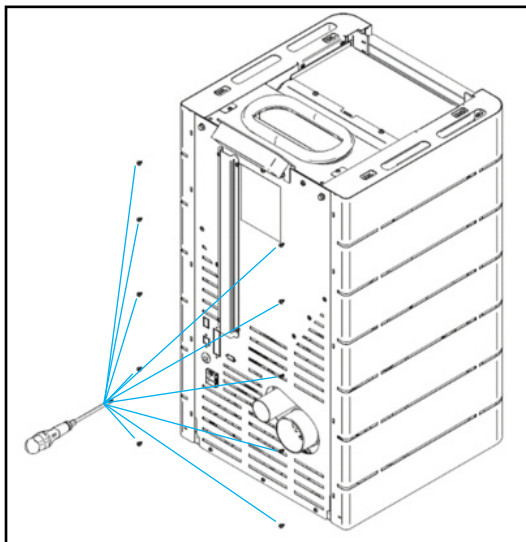

Figura 25 - Fixação envoltentes laterais
e) Apertar as laterais na parte posterior utilizando 10 parafusos do kit, tal como demonstra a Figura 25.